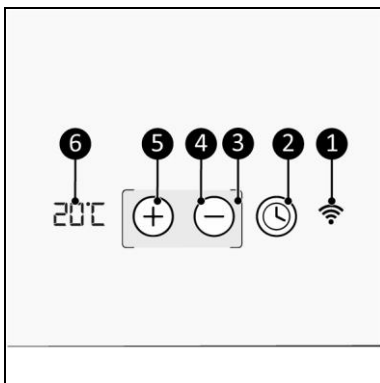

Figure 5
L'écran LED s'éteint automatiquement après  $\pm 15$  secondes. Les crochets restent visibles. Touchez l'appareil entre les crochets (Figure 5, pos. 3) pour l'allumer à nouveau.